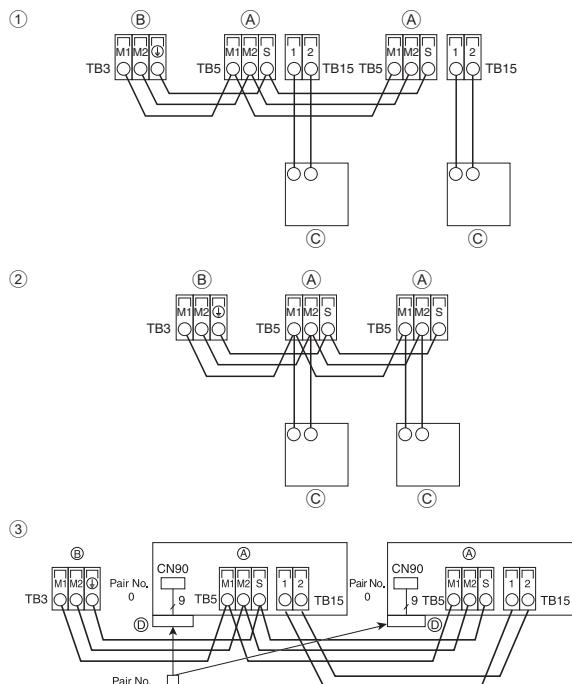
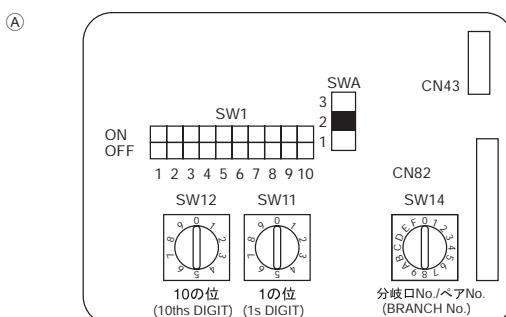

Fig. 6-3
Fig. 6-4
6.4. Raccordement des câbles de la commande distance et des câbles de transmission intérieurs et extérieurs (Fig. 6-3)
- ① Commande distance MA**
- ② Commande distance M-NET**
- ③ T1 commande sans fil** (lors de l'installation d'un récepteur de signaux sans fil)
- (A) Bloc de sortie du câble de transmission intérieur
- (B) Bloc de sortie du câble de transmission extérieur (M1(A), M2(B), (S))
- (C) T1 commande
- (D) Récepteur de signaux sans fil
- (E) T1 commande sans fil
6.5. Configuration des adresses (Fig. 6-4)